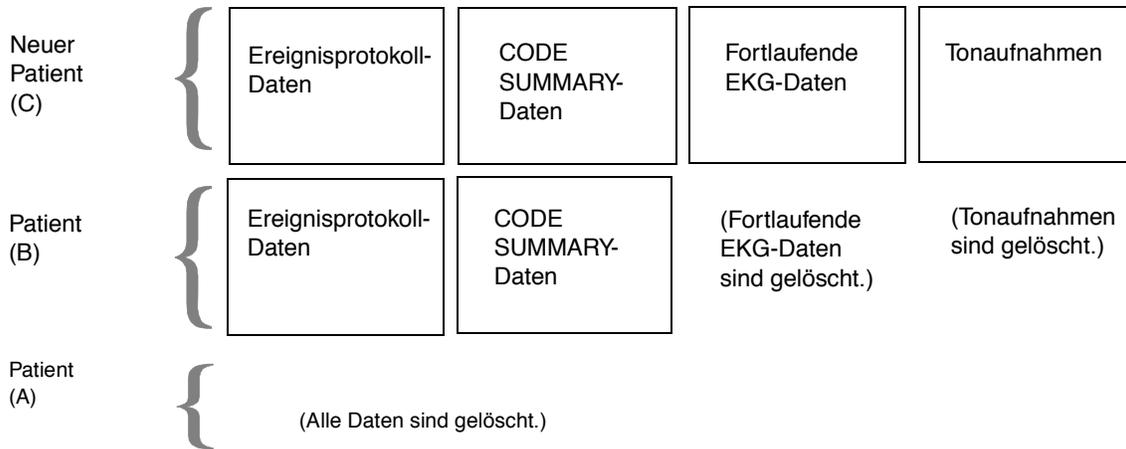

Abbildung 4-3 Beim Anlegen eines neuen Patientenprotokolls vom AED gespeicherte Daten
- Der AED speichert alle Daten zu diesem neuesten Patientenprotokoll, Patient C (siehe Abbildung 4-3). Patient C ist jetzt der aktuelle Patient.